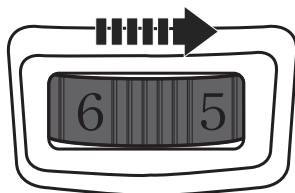

Fig. 14
> Tournez la molette de réglage de la vitesse (1) vers la droite (du point de vue indiqué ci-dessous) pour augmenter la vitesse maximale (Fig. 14). Le réglage plus élevé est adapté pour poncer avec des feuilles abrasives à grain fin pour effectuer des finitions.